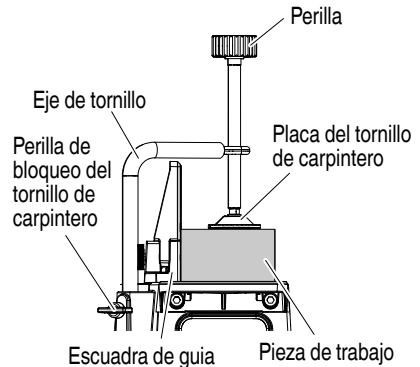

Fig. 30
(1) La prensa de tornillo se puede colocar sobre la base.
(2) Gire la perilla superior y fije firmemente la pieza de trabajo en su lugar (Fig. 30).